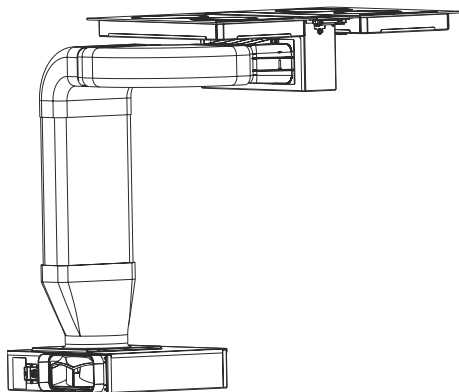

Fig. 22
- 12.** Tilslut nu aftrækskanalerne og afslut installationen. (Fig. 22).